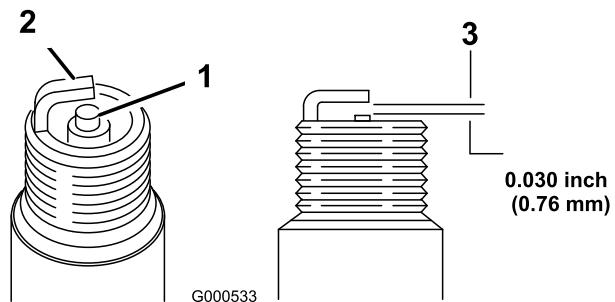

Figura 42
- Fije el hueco entre los electrodos en 0,76 mm (Figura 42).